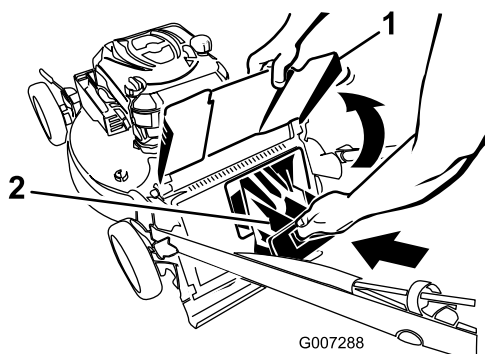
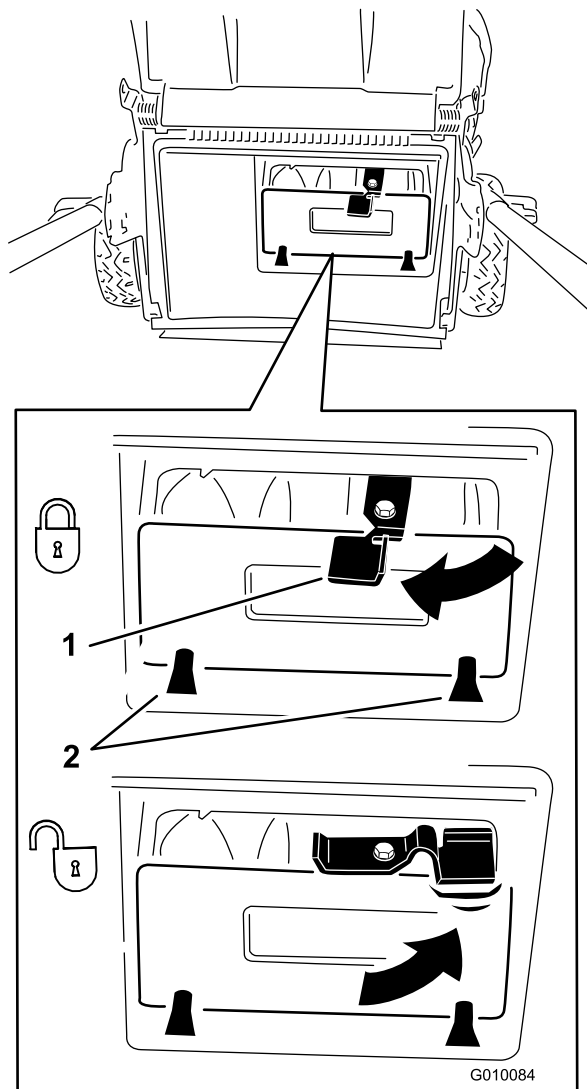

Figura 18
Figura 19
**Importante:** Asegúrese de que el tapón de descarga trasera está bloqueado en su sitio. Para bloquear el tapón: levante el deflector de descarga trasera (Figura 18), introduzca el tapón y presione firmemente hasta que encaje detrás de las pestañas, y gire la palanca del tapón a la izquierda (Figura 19).
**Nota:** Para desbloquear el tapón, gire la palanca del tapón a la derecha (Figura 19).